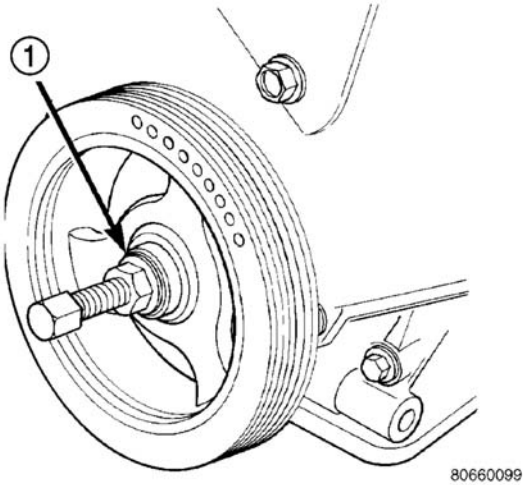

图 76 曲轴减震器-安装
- （1）使用专用工具 6792 中的 M12-1.75x150 毫米螺栓，垫圈及止推轴承安装曲轴减震器（图 76）。